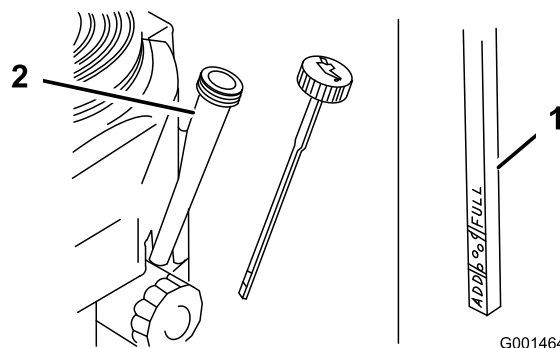

Рисунок 16
3. Очистите область вокруг масломерного щупа (Рисунок 16).
4. Извлеките щуп и очистите протрите его (Рисунок 16).
5. Вставьте щуп до упора в трубку щупа, не заворачивая его в шейку маслосливной горловины (Рисунок 16).
6. Извлеките щуп и осмотрите его. Уровень масла должен находиться между метками Full («Полный») и Add («Добавить») (Рисунок 16).